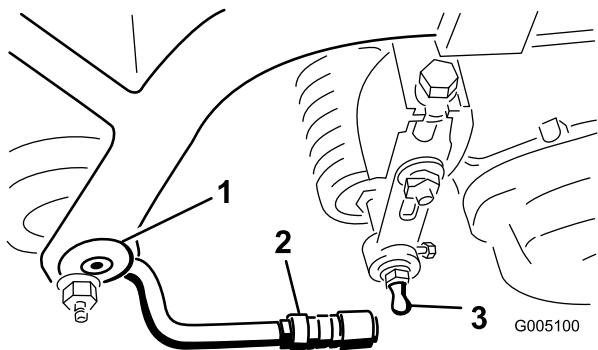

図 11
2. カッティングユニット両端にそれぞれワッシャとボールスタッドを取り付ける（図 11）。
4. ボールジョイントのスリーブを後ろにずらし、プルアームを下げてソケットをボールスタッドに嵌め合わ取る。スリーブから手を離すとスタッドとジョイントが結合する(図 11)。